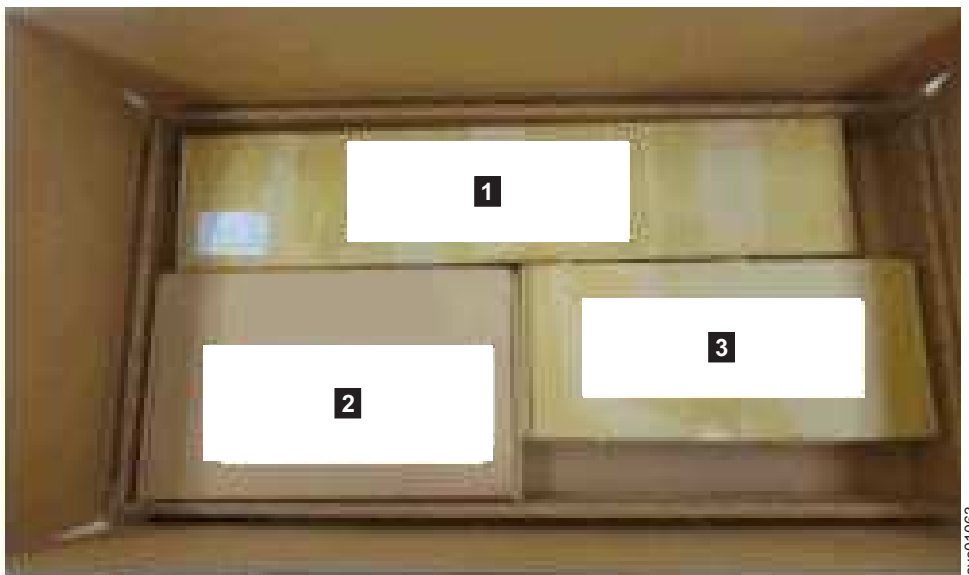

图 27. 包含扩展机柜部件的托盘
2077-92F 扩展机柜和大部分部件都一起在一个大包装箱中装运。机柜顶部的托盘中包含前面板（1U 和 4U 部分）、理线臂（CMA）和滑动导轨套件；您必须安装这些部件。图 27 显示了如何包装机柜以便装运。
6. 从包装箱中取出装运的支撑导轨套件（**1**，如第 43 页的图 27 所示）。
17. 将理线臂组合件从其包装中取出（第 43 页的图 27 中的 **2**）。